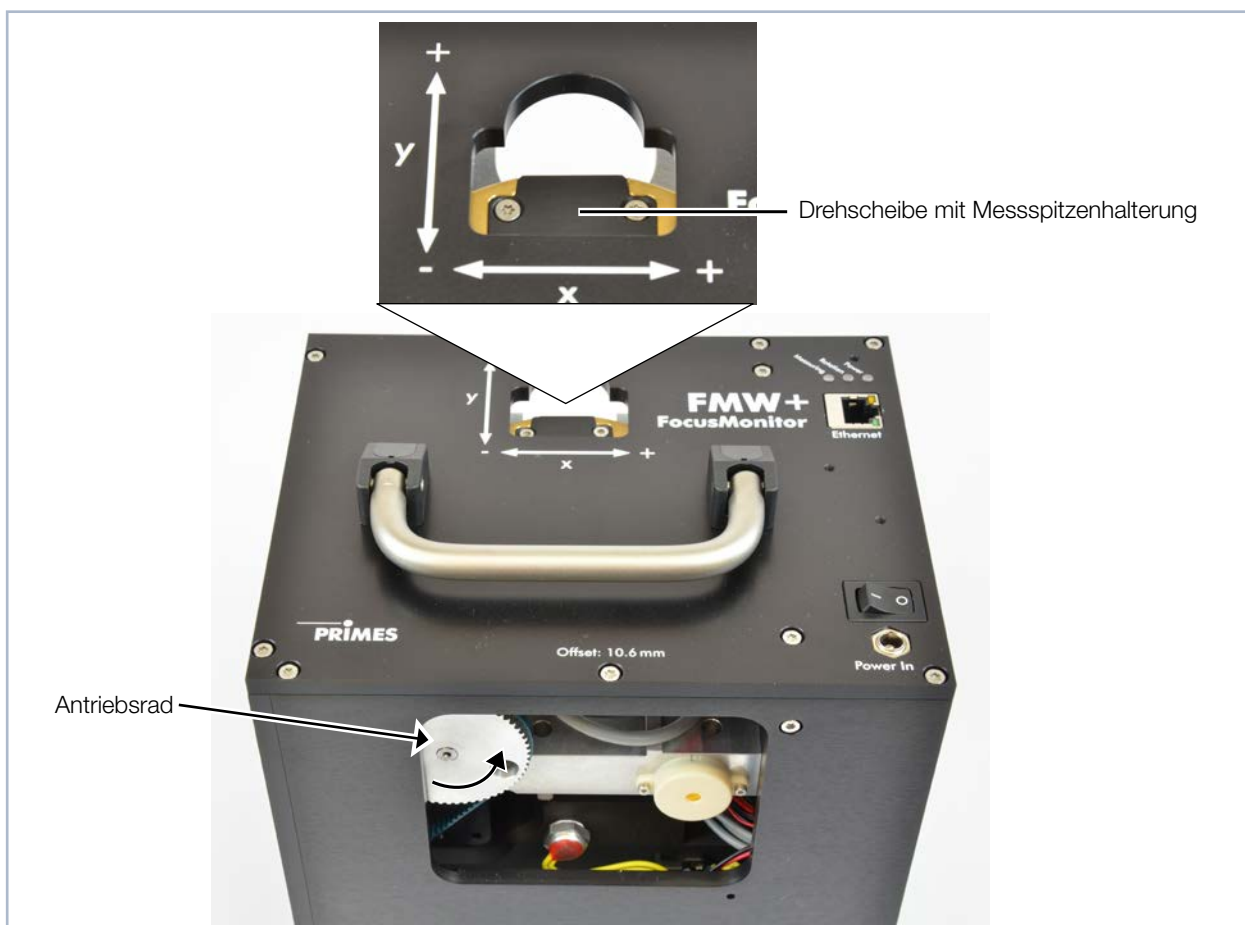

Abb. 5.1: Drehscheibe ins Messfenster bewegen
2. Drehen Sie das Antriebsrad (siehe Abb. 5.1) solange gegen den Uhrzeigersinn, bis die Drehscheibe in positiver y-Richtung ca. 15 mm in das Messfenster hineinragt.